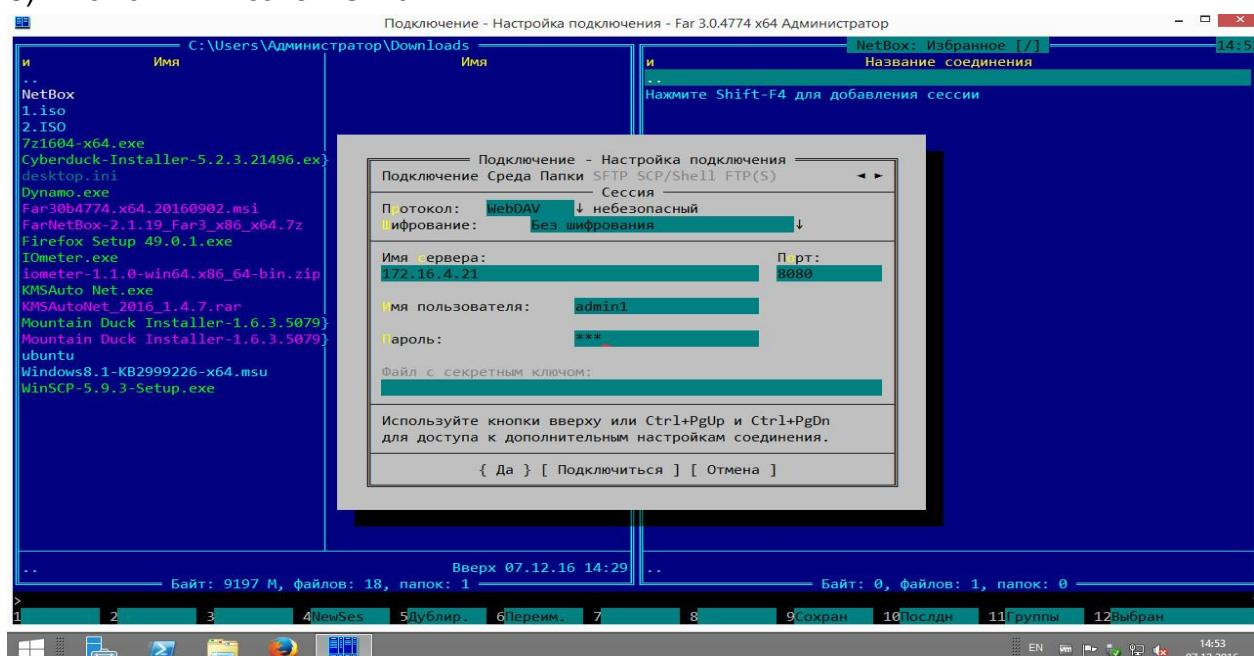

Рисунок 67 – Подключение WebDAV к Windows с помощью Far-NetBox
- 6) Появится окно «Настройка подключения» (см. Рисунок 67).